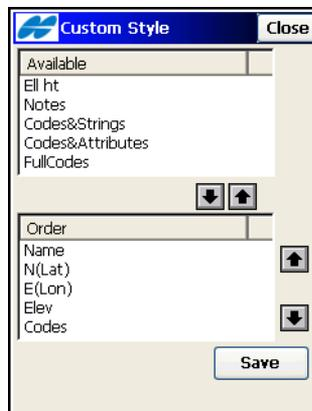

Abbildung 5-12. Benutzerformat
So passen Sie das Format an: Geben Sie die Datenreihenfolge im Fenster *Benutzerdef.* an (Abbildung 5-12).
4. Tippen Sie auf **Speich** (Abbildung 5-12). Die Kombination wird im Fenster *Text Dateiformat* im Feld *Dateiformat wählen* angezeigt.